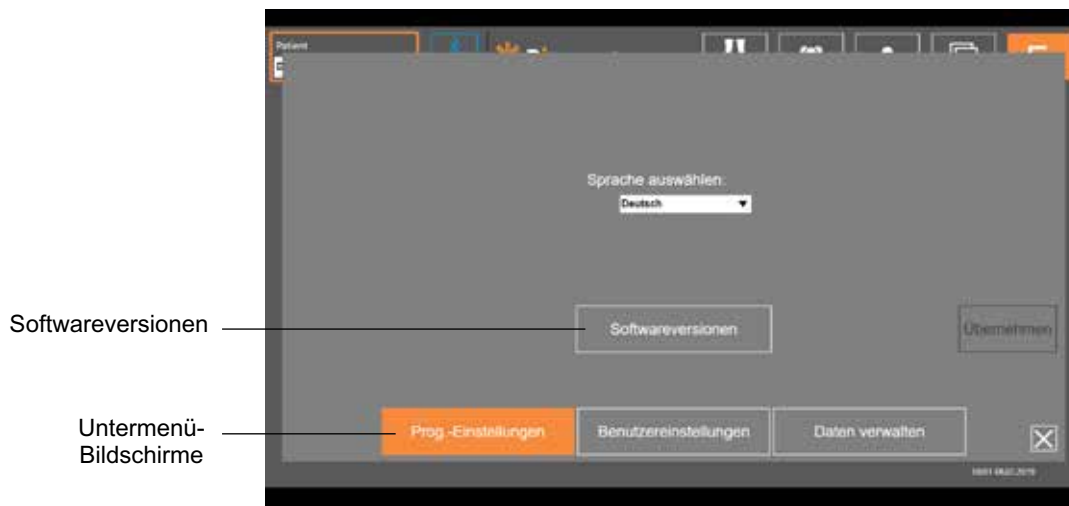

Abbildung 7-14: Anwendungseinstellungs-Bildschirm – Sprache ändern
3. Tippen Sie auf das Anwendungseinstellungssymbol , und wählen Sie dann „Softwareversionen“ aus, um die Optionen zum Zurücksetzen auf die Werkseinstellungen anzuzeigen. Siehe Abbildung 7-14.
Auf den Informations-Bildschirm greifen Sie über das Informations-Symbol  zu, das sich am rechten Rand aller Bildschirme (unter dem Anwendungseinstellungssymbol) befindet. Der Informationsbildschirm bietet Informationen zu den auf den unterschiedlichen Bildschirmen der Bioness-Spezialisten-App verfügbaren Funktionen. Der Informationsbildschirm ist kontextbezogen, d. h., die jeweils angezeigten Informationen richten sich nach dem Bildschirm, von dem aus der Zugriff erfolgt. Siehe Abbildung 7-14.